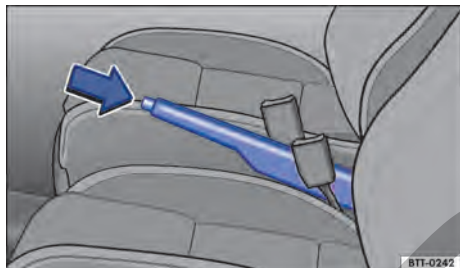

Fig. 98 Entre los asientos delanteros: palanca del freno de estacionamiento.
- Tirar de la palanca del freno de estacionamiento hacia arriba con la tecla de bloqueo presionada → **fig. 98** (flecha).
- Tirar de la palanca del freno de estacionamiento un poco hacia arriba y presionar la tecla de bloqueo → **fig. 98** (flecha).